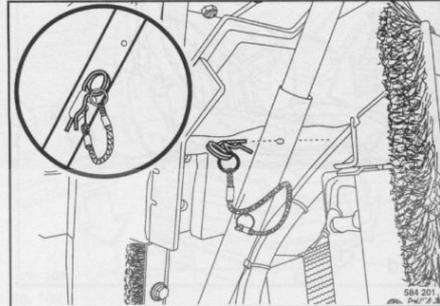

fig. 109
- Tirer l'agrafe (fig. 109) du support.